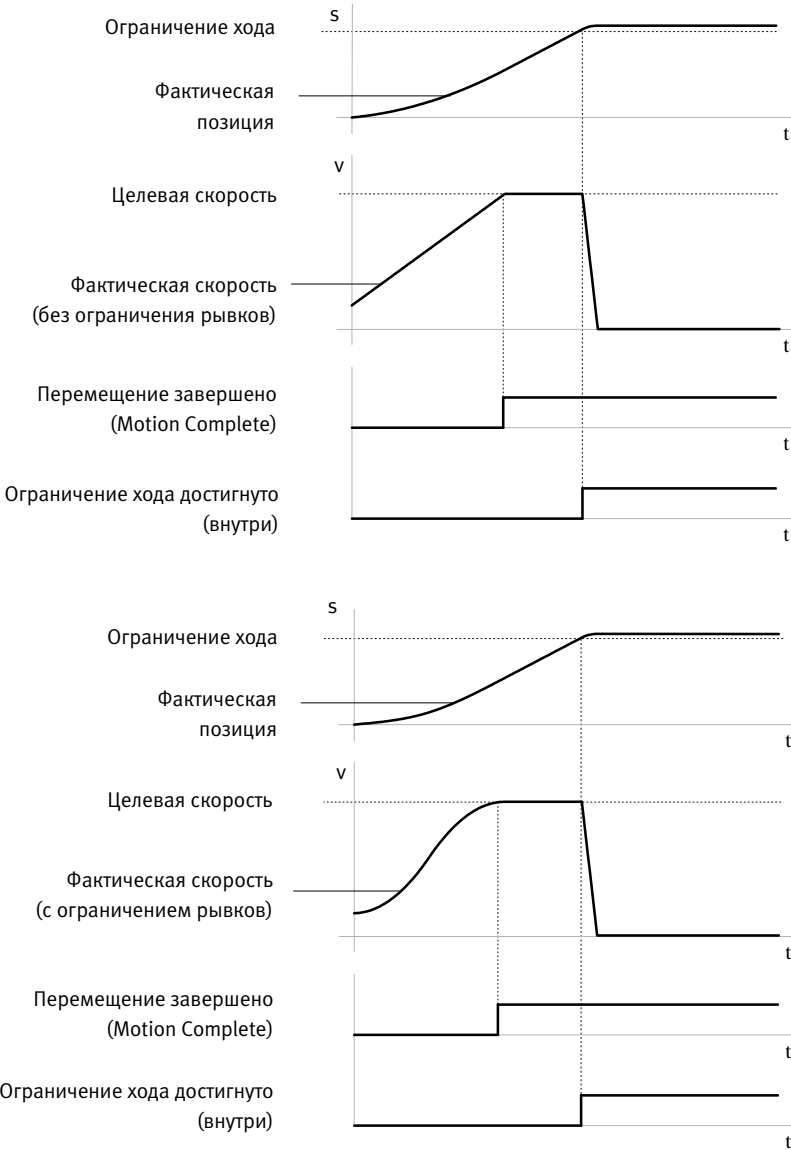

Fig. 2.9 Режим скорости с ограничением хода (сначала достигнута целевая скорость)
– Сначала достигнута скорость, т. е. фактическая скорость для длительности времени успокоения находится в целевом окне (диапазоне). (Пример → Fig. 2.9)	Выдается сигнал “Motion Complete”. Привод перемещается далее в регулируемом состоянии с целевой скоростью. Контроль отклонения скорости остается активным; усилие остается ограниченным на уровне указанного в задании максимума; ограничение хода остается активным.